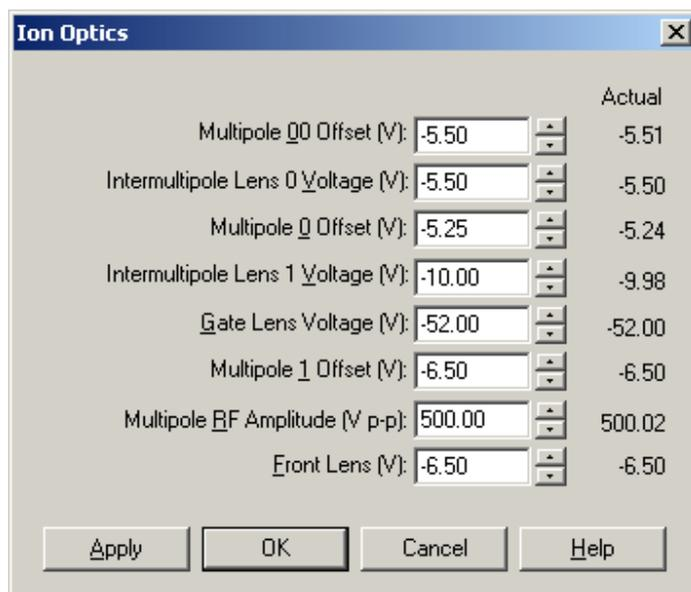

图3-11 Ion Optics 对话框，图中的例子显示的是由Finnigan LTQ 自动调谐过程优化的透镜和内部多级管的电压参数。
9. 点Ion Optics 工具栏钮打开Ion Optics 对话框. 对话框里的参数是由Finnigan LTQ 自动优化的。看图3-11.